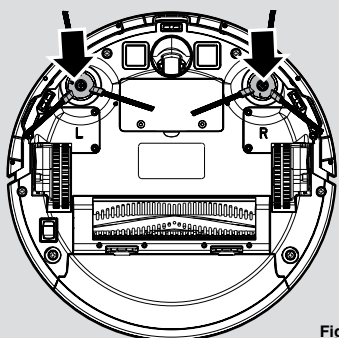

Fig. 3
6. Presione los dos cepillos rotatorios etiquetados L y R en los soportes hasta que encajen en su lugar. Preste atención a la designación L y R en el dispositivo, así como a los cepillos. [Fig. 3]